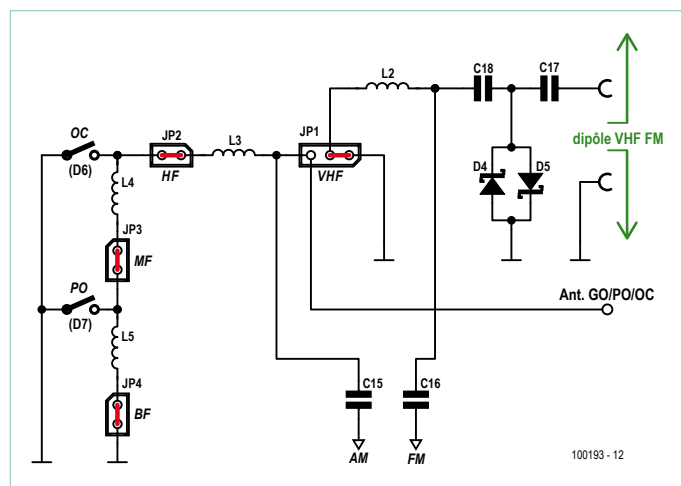

Figure 2. Connexion séparée des antennes MF (FM) et MA (AM).
Bien que cette antenne ne soit pas optimale pour les OUC, les conditions de réception sont bonnes pour toutes les plages de fréquence, des longues ondes aux OUC. Pour utiliser des antennes distinctes dans les gammes OUC (FM) et PO, on peut mettre à la masse par JP1 l'extrémité inférieure de la bobine L2 des OUC. La terminaison de JP1 restant libre (reliée à L3 et C15) devient alors la nouvelle entrée d'antenne des grandes ondes/petites ondes/ondes courtes (**figure 2**).